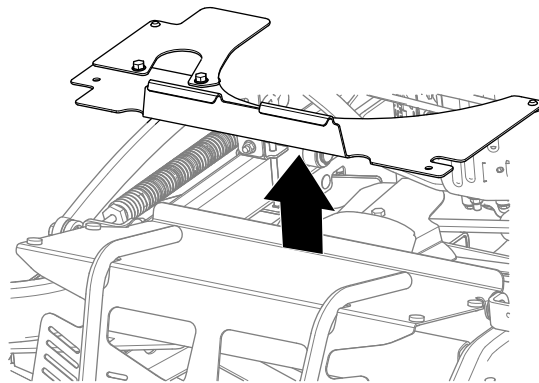

図 36
3. ガードエクステンションをキャリッジボルトに固定している六角ナット5/16"とナット5/16"を外す 図 36。ガードエクステンションを外す。